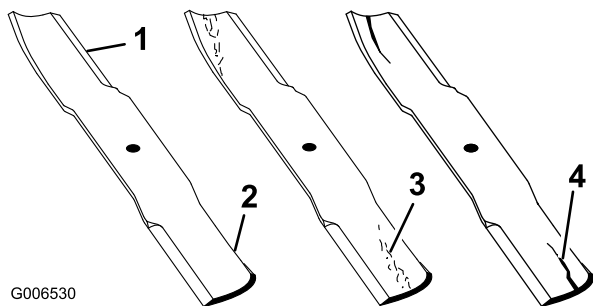

Figure 51
1. Examinez le tranchant des lames (Figure 51). Si elles ne sont pas tranchantes ou si présentent des indentations, déposez et affûtez les lames (voir Affûtage des lames).
2. Inspectez les lames, surtout la partie relevée (Figure 51). Remplacez immédiatement toute lame endommagée, usée ou qui présente une entaille (repère 3 de la Figure 51).